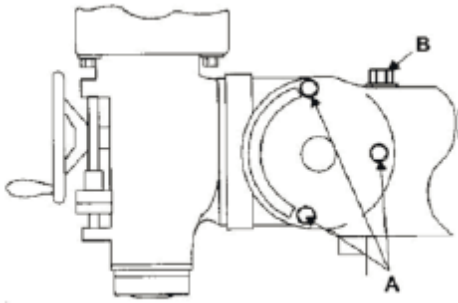

Рис. 20
- а. Ослабьте три зажимных болта переходника ползуна, расположенные на ползуне (см. рис. 20). Достаточно ослабить болты на 1/2 оборота, чтобы головка могла наклоняться.